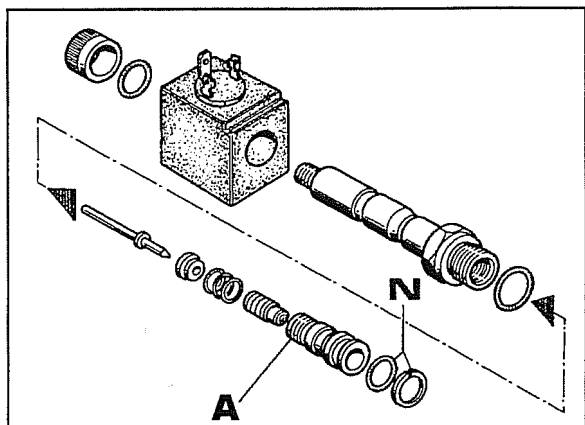

Fig. 20
- Verificar a integridade dos anéis de retenção **N** fig.20.
- Na montagem do cilindro pequeno **A** (fig. 20) utilizar algumas gotas de Loctite na relativa rosca, a fim de se poder dosear o aperto e consentir uma melhor regulação para o deslize da ponteira a que se refere a operação **d**. Aproximadamente depois de se ter atarraxado completamente o cilindro pequeno acima referido, desenrosca-lo de cerca um giro e meio.